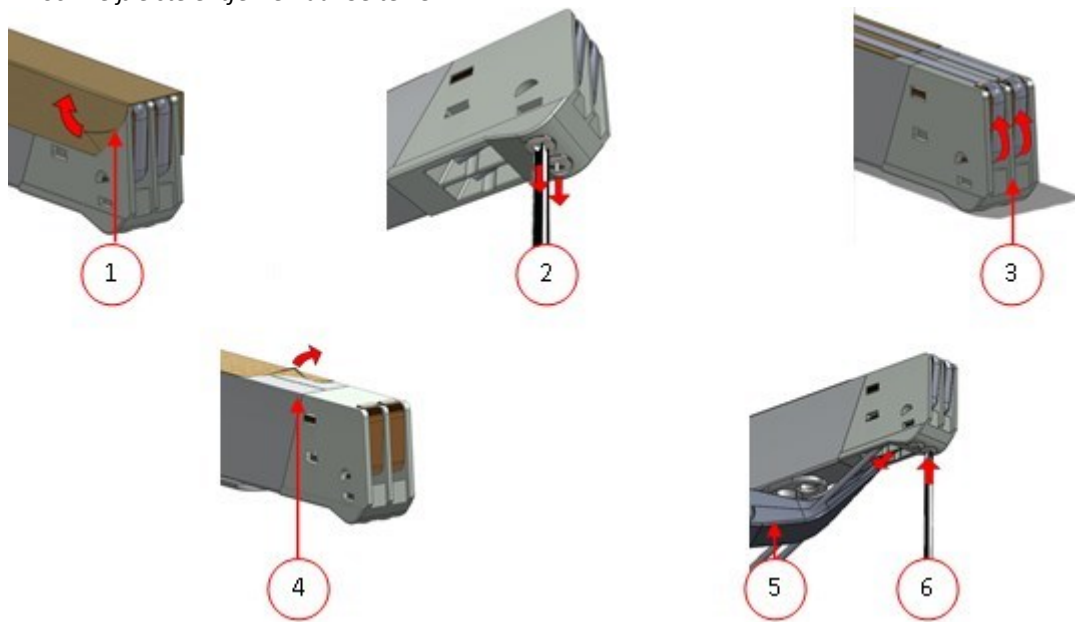

Abbildung 20: Austausch des Schweißdrahts
1. Entfernen Sie die Schweißleiste, indem Sie sie von den Zylindern abheben. Vgl. *Abbildung 20: Schweißleiste entfernen* auf Seite 43.